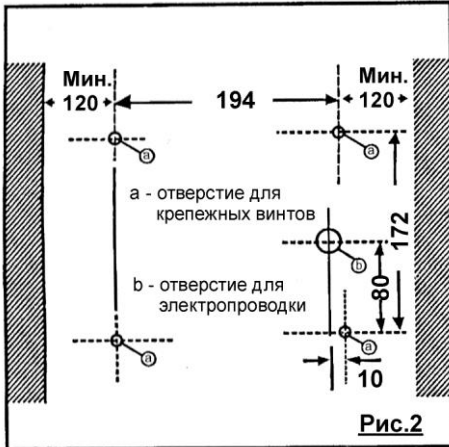

Рис.2
3. Просверлите в стене четыре отверстия $\varnothing 8$ мм так, как показано на рис.2 и 3. Вверните в отверстия крепежные винты, входящие в комплект поставки.